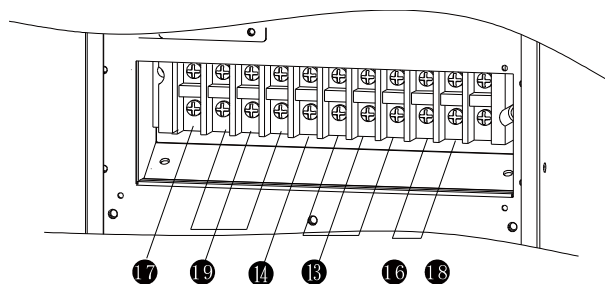

Figura 2: Conexión entrada/salida
12. Terminales de Entrada / Salida (consulte la Figura 2)